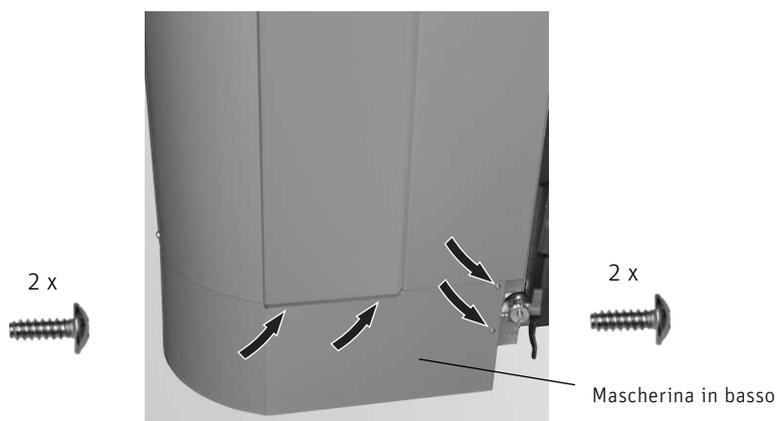

Fig. 75 Montare la mascherina inferiore per la stiva (solo BioWIN Klassik / Premium)
- Avvitare in basso la mascherina inferiore per la stiva con 4 viti autofilettanti – Fig. 75.